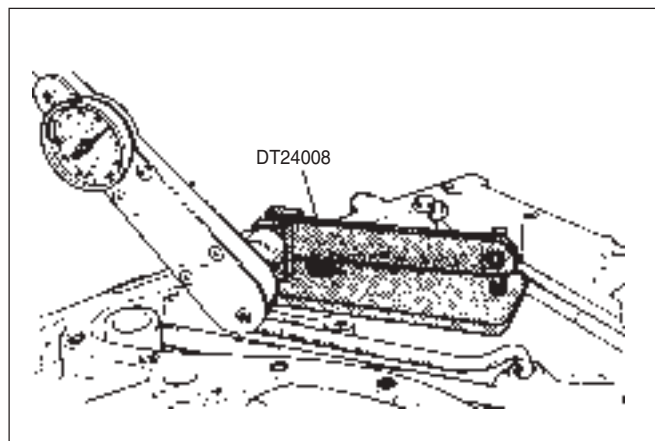

Fig. 5 Verificarea cuplării corecte a tijei
- 1) Se instalează dispozitivul DT24008 pe carterul (15) și tija (129) în aparatul de măsură.
- Dacă indicatorul nu apare, se alege o altă lungime pentru tijă (fig. 5 și 6). Se repetă procedura.